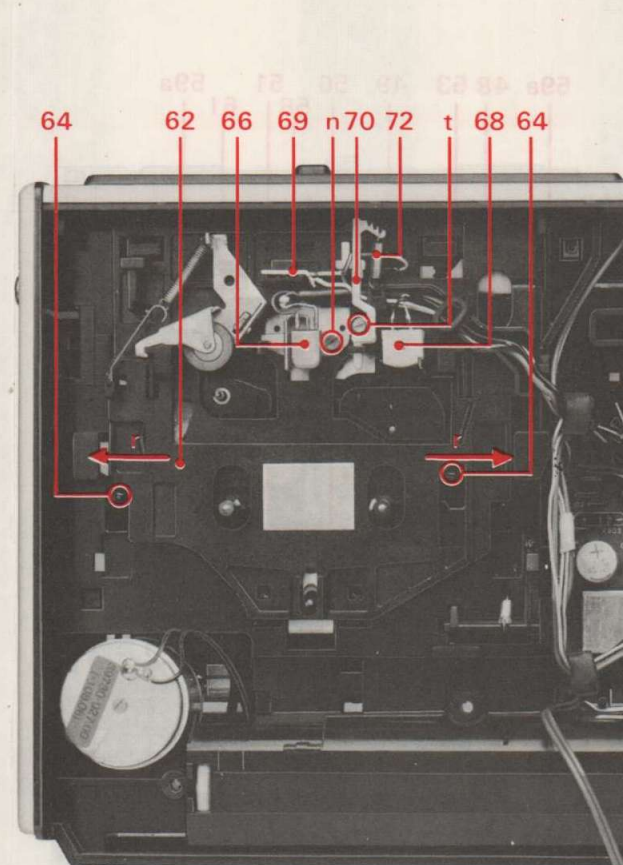

Abb. 4 Kopfwechsel
## 5. Kopfwechsel (Abb. 4)
**13. Schlitten 62 ausbauen** (Abb. 4 u. 8)